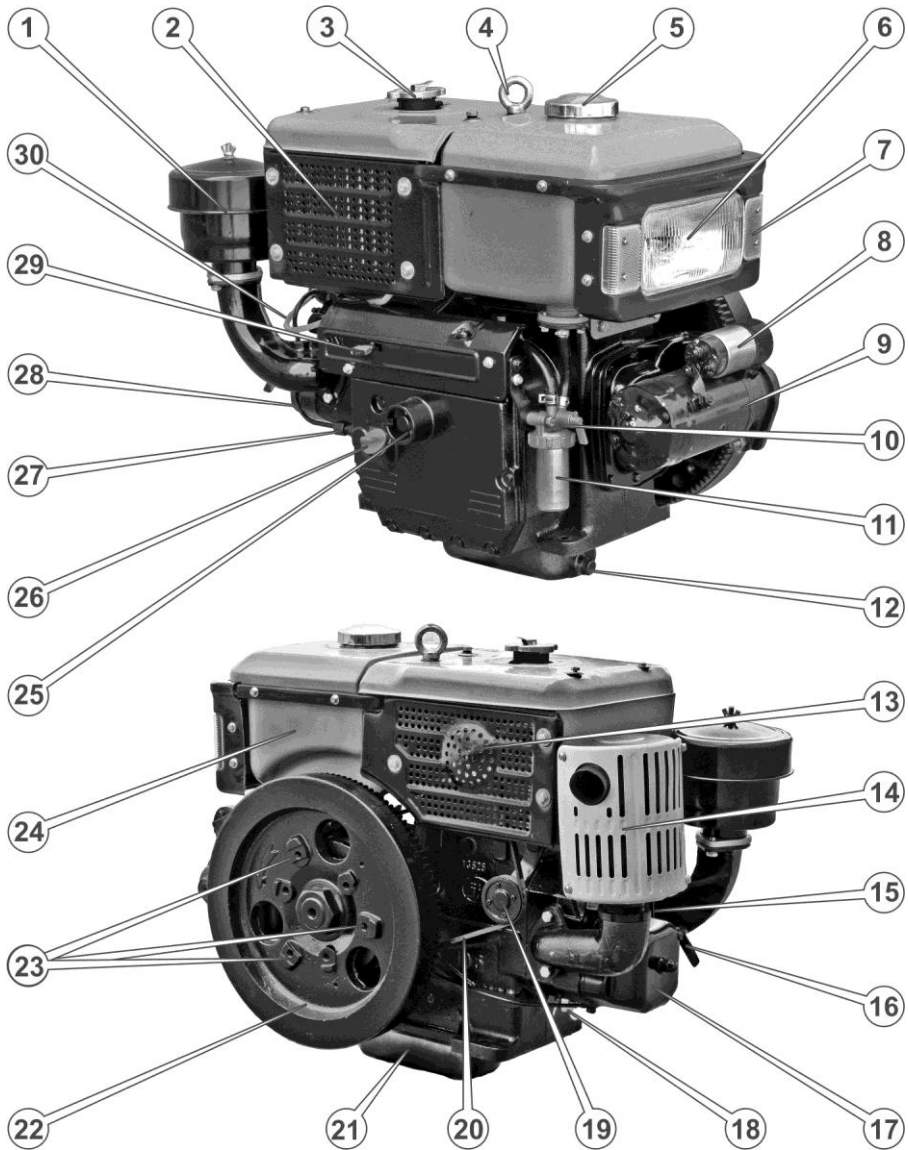

Рисунок 8. – Робочі органи двигуна 195
*Зовнішній вигляд, комплектація і розташування складових частин двигуна 195 можуть дещо відрізнятися від зображених на рис. 8.*